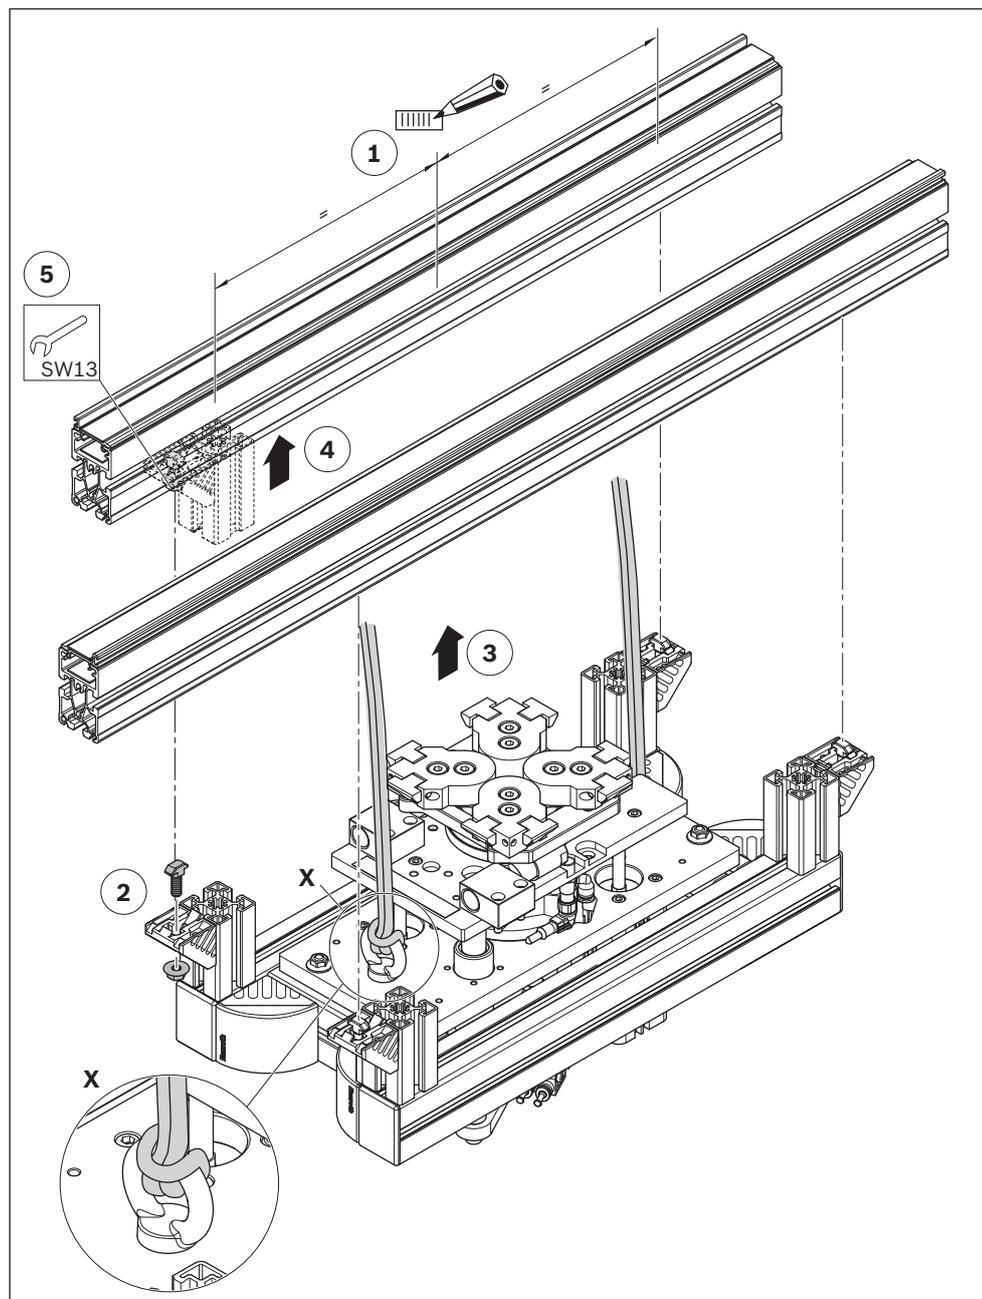

Abb. 6: Hub-Dreheinheit HD 2/H Baugröße 1 in Strecke ST 2 montieren (hier gezeigt am Beispiel Baugröße 1 180°)
Verwenden Sie zum Anheben eine Hebehilfe. Als Anschlagpunkte für z. B. eine Rundschnlle dienen die Ringschrauben (X) in der Grundplatte (siehe z. B. Abb. 6 auf Seite 19)
Verwenden Sie zum Anheben eine Hebehilfe. Als Anschlagpunkte für z. B. eine Rundschlinge dienen die Ringschrauben (X) in der Grundplatte (siehe Abb. 6).